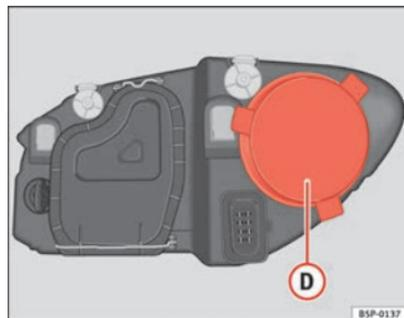

Fig. 170 Luz de población
- Retire la tapa ⇒ fig. 170 (D) tirando de la misma.